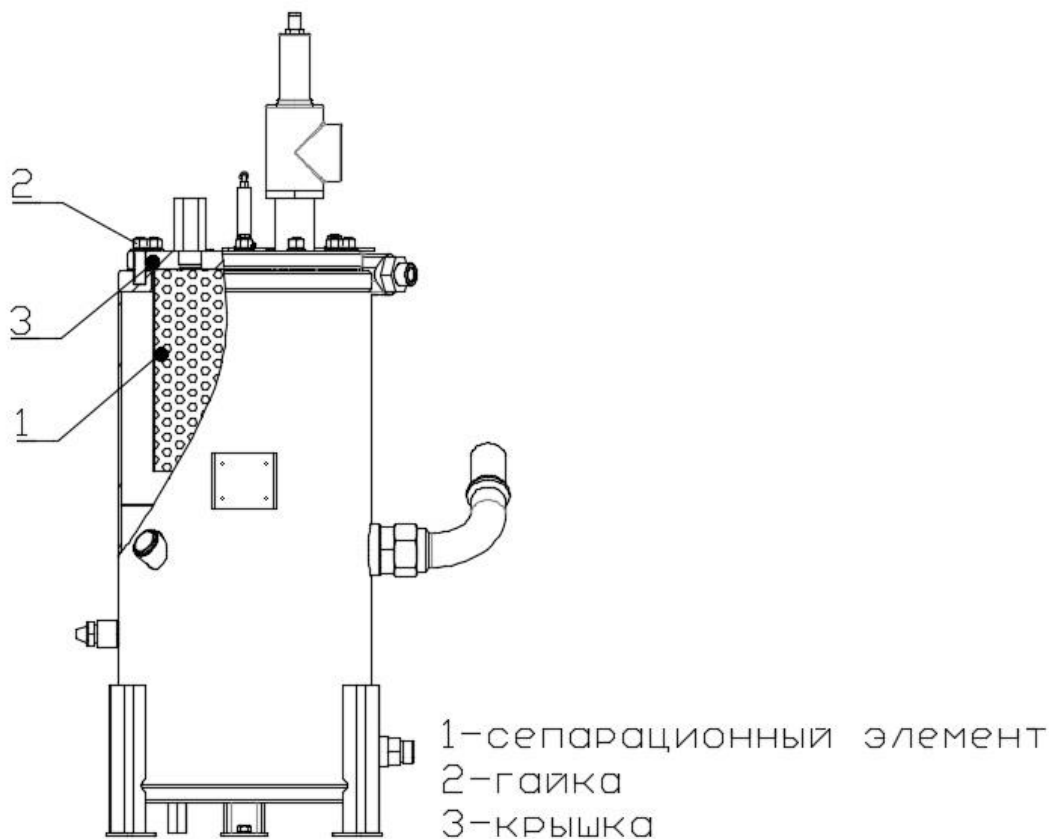

Рис. 6.12
1. Открутите 12 гаек поз.2 Рис.6.12 крепления крышки к баку-сепаратору.